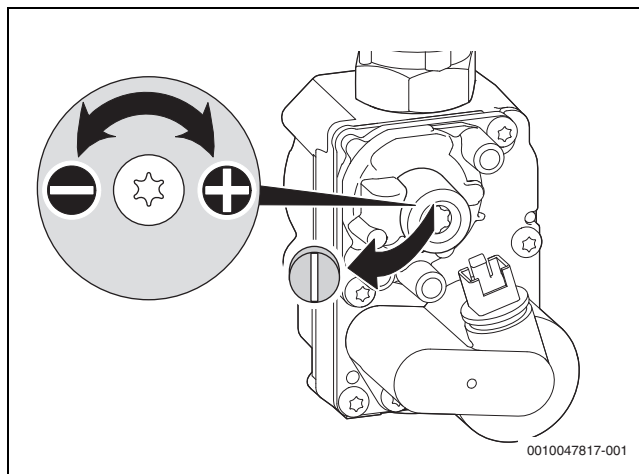

Fig. 36 Retirar el precinto en el tornillo de ajuste
- ▶ Si el valor se encuentra entre 0 y -0,1 mbar, ajustar la presión diferencial tal como se lo visualiza abajo (→ fig. 36).